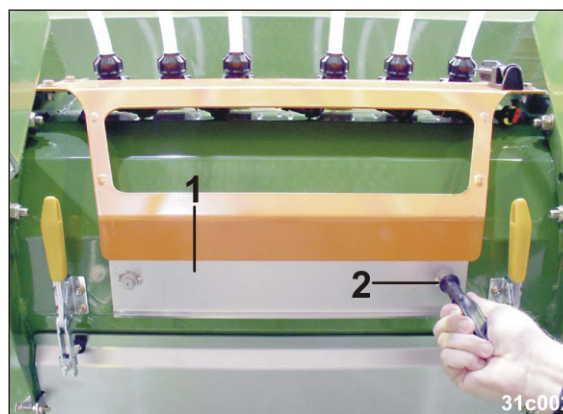

Fig. 245
- 7.2 Åbn lukningen (Fig. 245/1) ved hjælp af den medfølgende sekskantnøgle (Fig. 245/2).